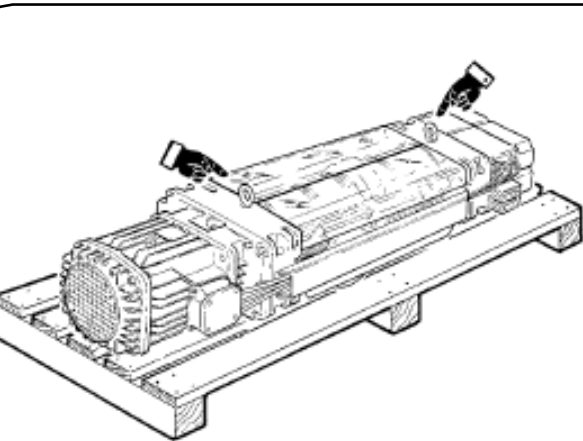

Abb. 14
1. Der E-Zug DRH verfügt immer über Ringschrauben für die Handhabung, die sich im oberen Bereich der Trägerflansch befinden und die Aufnahme des E-Zugs mit Hilfe eines Hebegeräts, das seinerseits über geeignete Haken oder Schäkkel zu verfügen hat, ermöglichen (zweistängige Hebeketten oder -seile) (Abb. 14). Zur Handhabung mittels Ringschrauben/Schlingen muss eine Hebevorrichtung verwendet werden (Brückenkran, Drehkran, Kranfahrzeug, Seil-/Kettenzug, usw.), die je nach Gewicht des zu bewegenden Frachtstücks auszuwählen ist.
Wenn der E-Zug von der Palette gehoben werden muss, sind die Ringschrauben und eine Hebevorrichtung zu verwenden. Siehe dazu die Beschreibung aus Punkt (A - 1) - (Abb. 14).